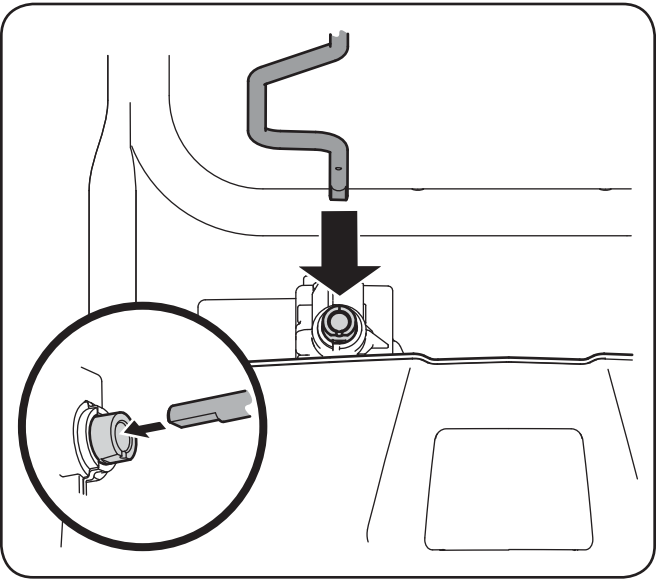

Figure 3-7
5. Enfoncez l'autre extrémité de la tige de commande de la goulotte dans le raccord sous le panneau de bord. Vérifiez que les extrémités plates de la tige et du raccord sont bien alignées. Il faudra peut-être tourner la tige pour que les deux surfaces s'alignent. Voir l'encadré de la Figure 3-7.